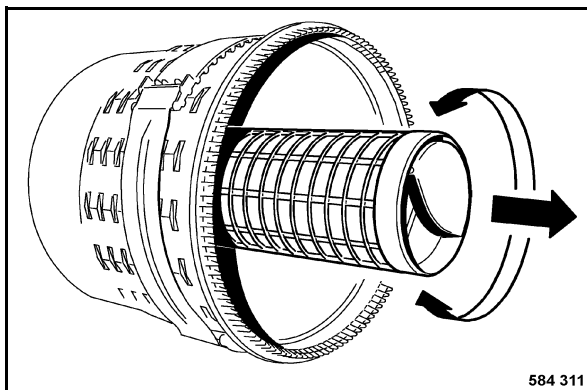

fig. 188
- Extraire l'élément de sécurité (fig. 188) avec de légers mouvements tournants.